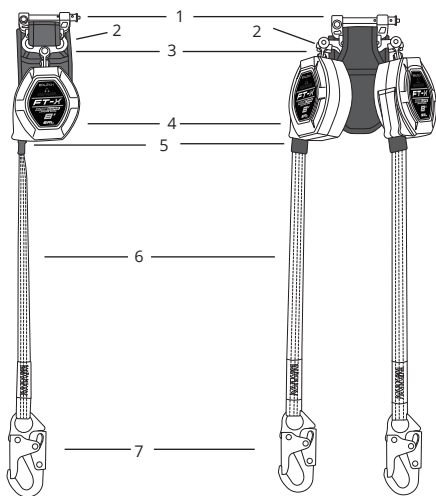

Figura 2 - Sobre la Cuerda de Salvamento Autorretráctil-P FT-X EdgeCore, Arco Eléctrico, Bordes Salientes Clase 2
Como se muestra en la Figura 2 a continuación, el FT-X EdgeCore Arco Eléctrico tiene una carcasa de nailon que contiene una cuerda de salvamento sintética enrollada en un tambor tensado por resorte. La cuerda de salvamento FT-X EdgeCore Arco Eléctrico está equipada con un tope de cuerda de salvamento y un conector de extremo de pierna. Cuando el usuario está conectado, la cuerda de salvamento se extiende y se retrae con el movimiento del usuario, manteniendo automáticamente la tensión en la cuerda de salvamento. Si se produce una caída, se activa un sistema de trinquete centrífugo que detiene el desenrollamiento de la cuerda de salvamento. En caso de caída, el conector SRL-FBH se separará del conector de corte y el atenuador de energía integral (EA) se desplegará, reduciendo gradualmente la velocidad y deteniendo la caída.